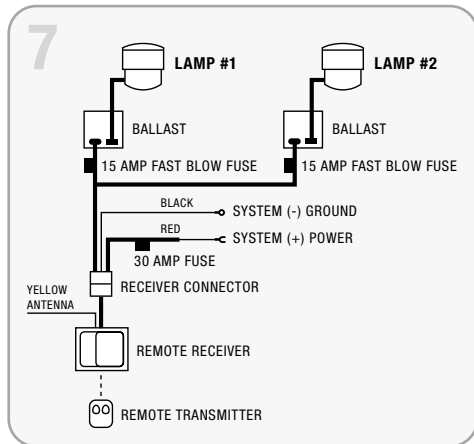

FIGURE 7
- 2 Avant de monter les phares, déroulez le faisceau de câblage dans le compartiment moteur pour vérifier la longueur des câbles et décider de l'emplacement des supports de ballasts et du récepteur à distance (voir FIGURES 7 et 8).